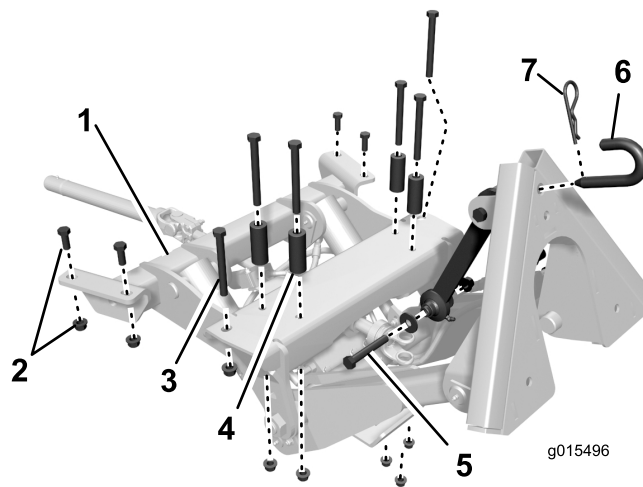
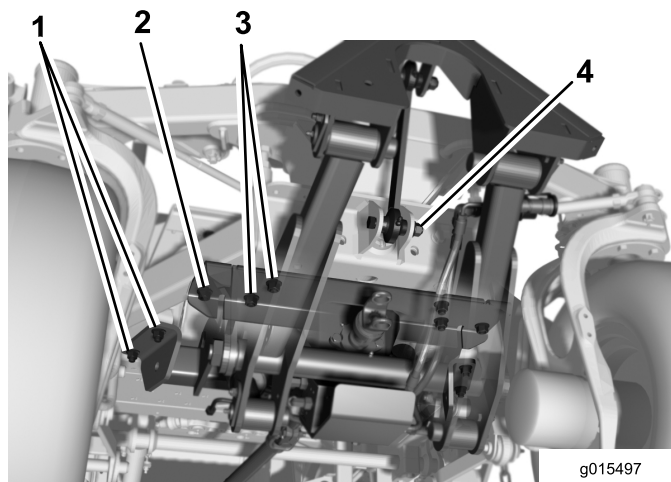
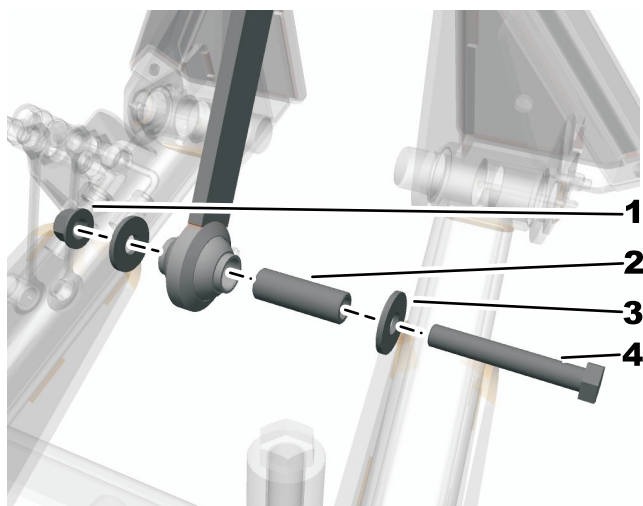

図 5
図 6
図 7
1. 図 5 は、前アタッチメントフレームをトラクションユニットのフレームの下側に取り付ける位置や、取り付け用の金具類の大きさや位置を、上から見た状態を示している。
3. 前アタッチメントフレームを機体の前部に置く 図 6。
4. 前アタッチメントフレームを持ち上げて取り付け穴をフレームの穴および前フレームのクロスプレートに合わせる 図 6。
5. アタッチメントの前部で、左右にある外側穴を、フレームのチャンネル鋼に合わせて固定する1/2 x 4-1/2 インチねじと 1/2 インチフランジナットを使用する 図 6。
6. アタッチメントの後部で、左右をフレームのチャンネル鋼に固定する1/2 x 1-1/4 インチねじ 2本と 1/2 インチフランジナットを使用する 図 6。
7. 残っている取り付け穴4つを使って、アタッチメントをフレームのクロスプレートに固定する 1/2 x 4-1/2 インチねじ、スペーサ、1/2 インチフランジナットを使用する 図 6。スペーサはねじの頭とクロスプレートの間に入れる。
9. トップリンク・アセンブリをアクスルサポートに固定する1/2 x 3-1/4 インチねじ、サポートワッシャ2枚、1/2 インチロックナットを使用する 図 5と 図 6。ワッシャは、アクスルサポートの耳の外側に入れる。スペーサを取り付けてトルク締めする 67-83ft-lbs 91-113Nm = 91-11.5kgm 図 7。